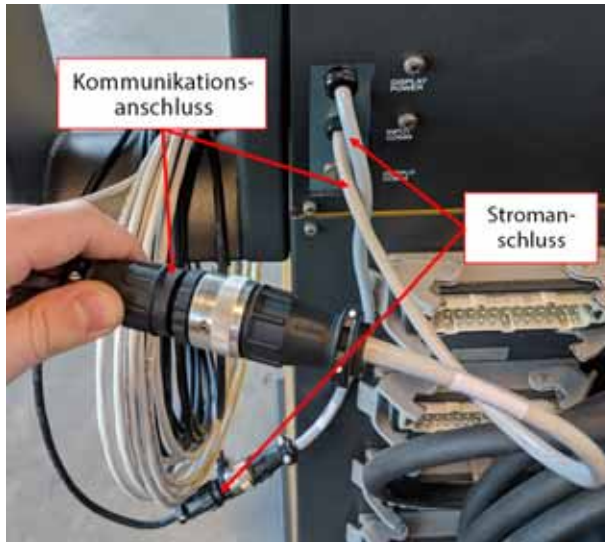

Abbildung 15-28 Remote-Bedienoberfläche – Anschluss der Reglergehäusekabel
5. Schließen Sie das Buchsenende des 7,6-m-Kommunikationskabels an den Kommunikationsstecker auf der Rückseite des Reglergehäuses an. Siehe Abbildung 15-28.
6. Schließen Sie das Steckerende des 7,6-m-Stromkabels an die Strombuchse auf der Rückseite des Reglergehäuses an. Siehe Abbildung 15-28.